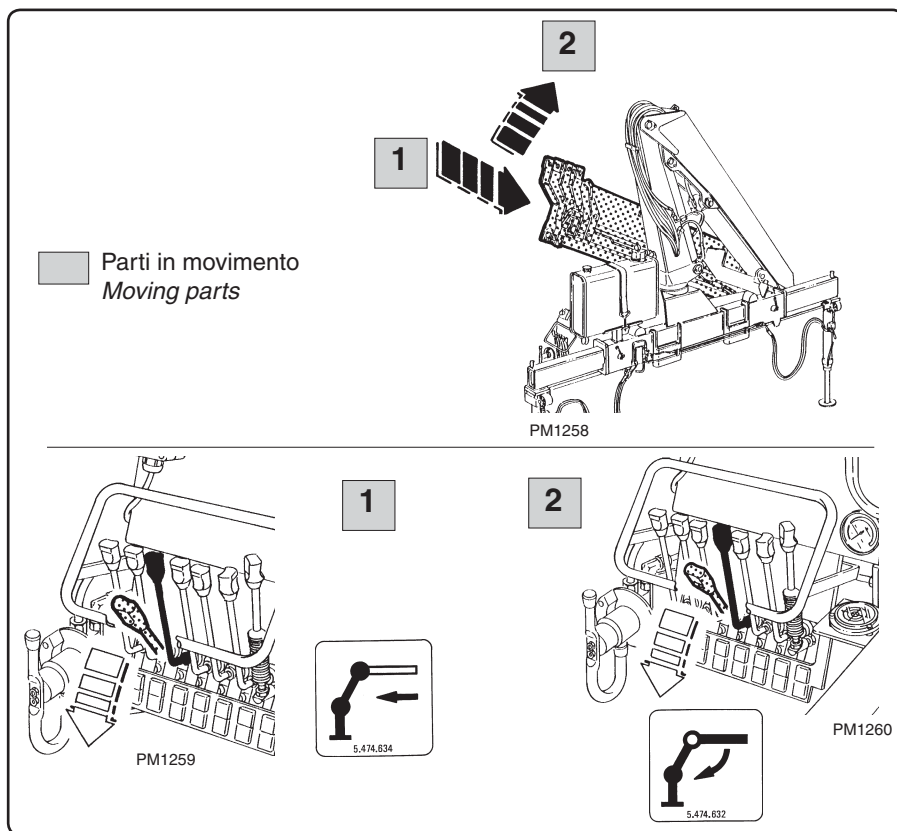

fig. 6.8.4
- 2 Azionare verso il basso il comando del martinetto mensola in chiusura a fine corsa, agendo sulla leva di fig. 6.8.4.
- 2 Close completely the boom extension cylinder, acting on the lever in down position shown in fig. 6.8.4.